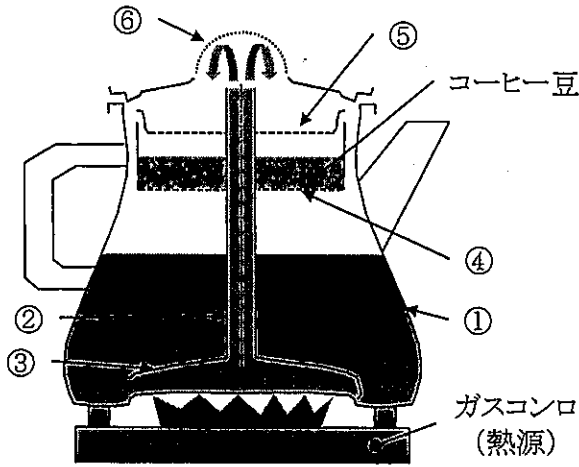

図 3-1
I. 図 3-1 は、パーコレータと呼ばれる「挽いたコーヒー豆と水からコーヒー液を抽出する」機器のポンチ絵（断面図）である。部品①から⑥には、表 3-1 に示した特徴が観察される。この機器について、以下の設問に答えよ。
- (3) 表 3-2 に示した機能と部品番号を用いて、パーコレータの動作原理を物理現象にもとづいて 300 字程度で説明せよ。
- (4) 以下に示す要求機能 A~C を満たす、パーコレータとは異なるコーヒーメーカーの設計を考えたい。要求機能 A~C を実現するための方法をそれぞれ考案し、括弧内に示す字数でその基本方略を説明せよ。ただし、電気エネルギーに基づく熱源および電気・電子制御は用いないこと。
- (5) 設問(4)で示した基本方略を実現する設計案のポンチ絵を描き、動作原理を説明せよ。
II. 設問 I のパーコレータがアウトドア用品としてよく使用されることを想定し、図 3-1 の部品④に適した素材を選定せよ。また、選定した素材から部品④を量産するための加工方法について、100 字程度で要点を説明せよ。ただし、文章による説明が難しい場合には、加工方法の概略図を示してもよい。なお、部品④の底部には、直径 1 mm 程度の穴を数多くあけるものとする。